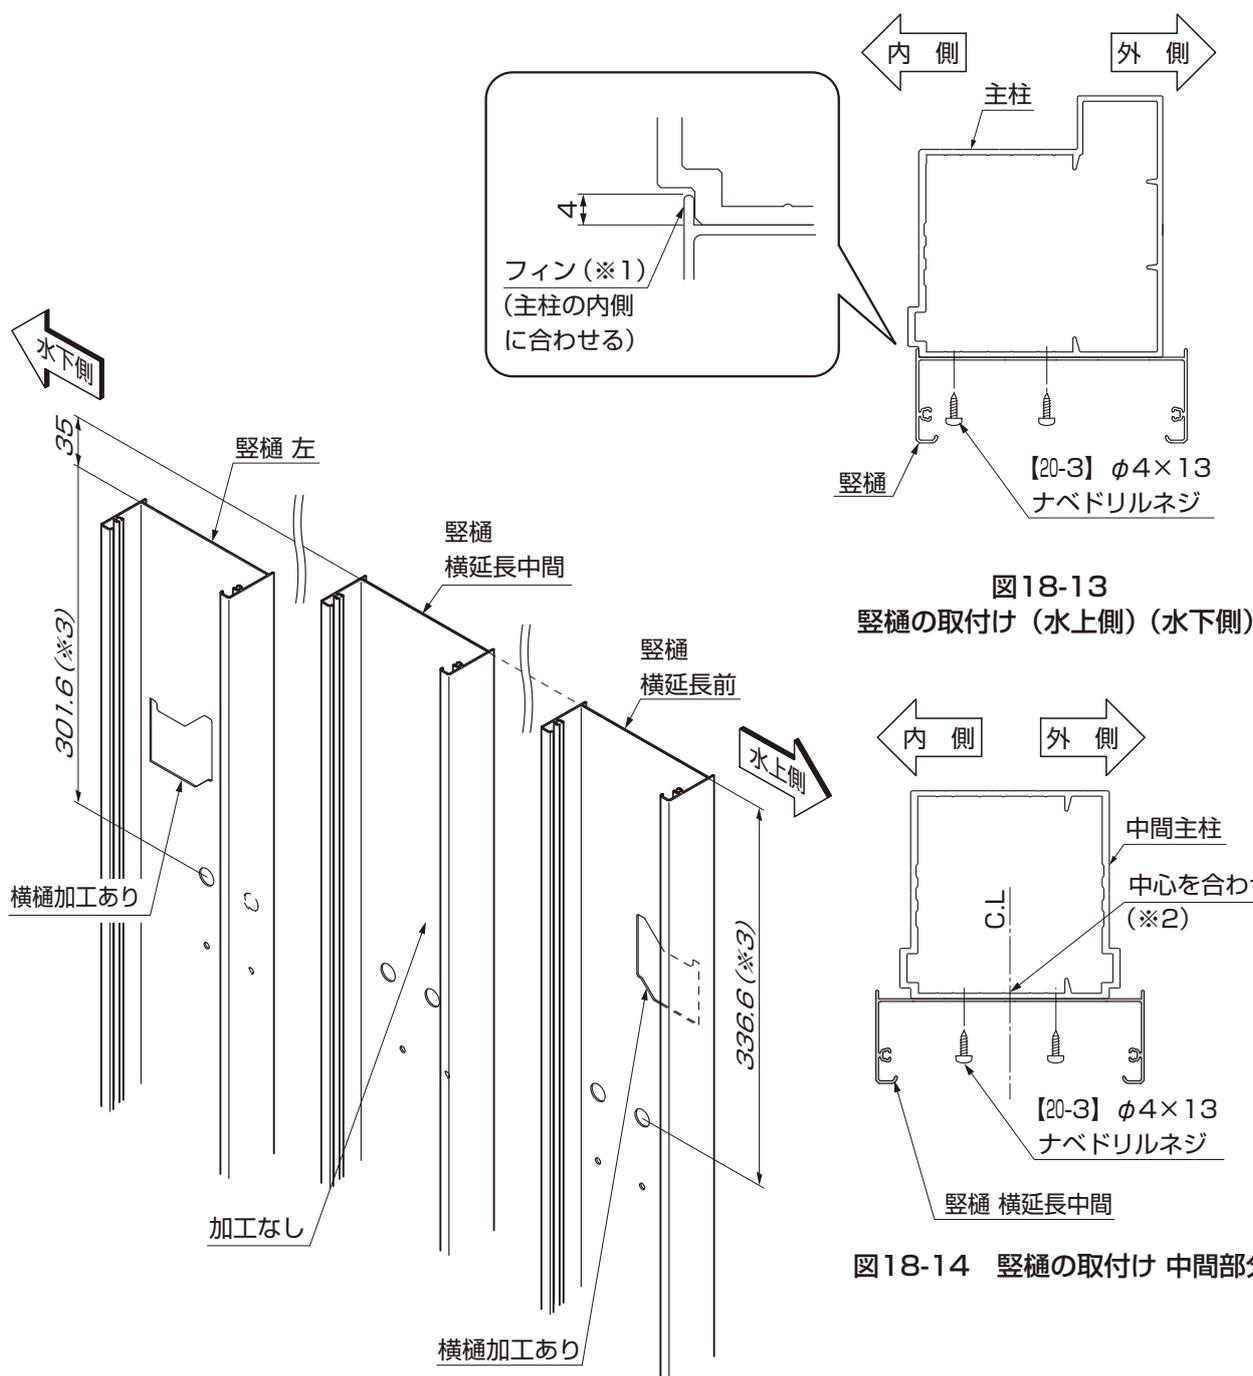

図18-15 縦樋の高さ位置
- 縦樋は取付け位置によって種類が違います。取付け位置(※3)を確認してください。(図18-15参照)